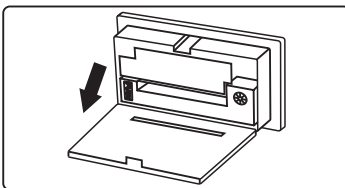

Fig.14
- b▶ A impressora se ejetará parcialmente, em seguida, puxe a tampa frontal, destravando-a no ponto indicado na figura 13. A tampa poderá então ser aberta (Fig. 14).